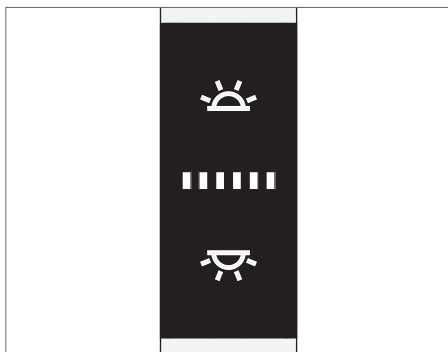

Fig. 13: Bedienelement.
- Drücken Sie die obere Taste, siehe Fig. 13.
- ▶ Drücken Sie die untere Taste, siehe Fig. 13.
- ▶ Drücken Sie die obere Taste und halten Sie diese Taste gedrückt, siehe Fig. 13. Nach ungefähr einer Sekunde verändert die Leuchte ihre Helligkeit.
- ▶ Drücken Sie die untere Taste und halten Sie diese Taste gedrückt, siehe Fig. 13. Nach ungefähr einer Sekunde verändert die Leuchte ihre Helligkeit.